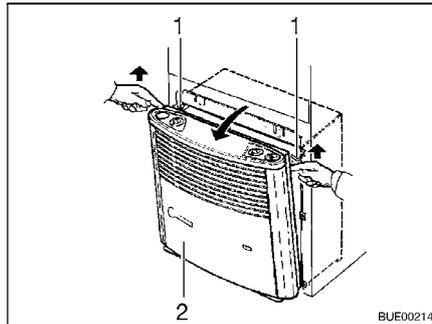

Fig. 115 Extraer el revestimiento de la calefacción
- Retirar el revestimiento de la calefacción (Fig. 115,2). Para ello, tirar hacia adelante la parte superior del revestimiento, presionar los muelles de sujeción (Fig. 115,1) a los lados hacia arriba y abatir el revestimiento hacia adelante.